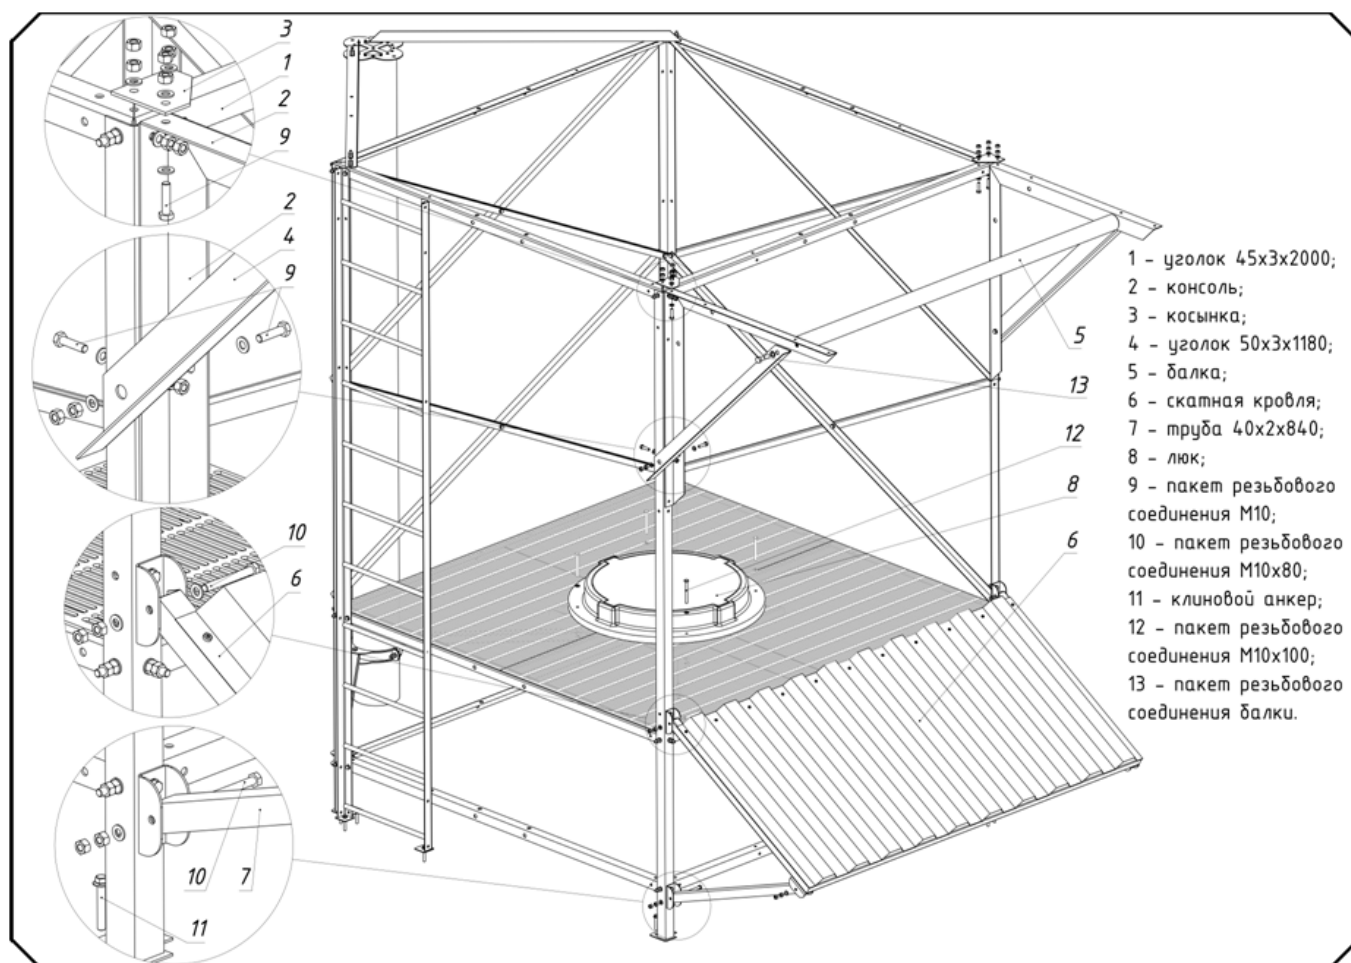

Рис. 6 Монтаж скатной кровли, консоли, люка и клиновых анкеров
- 1) Детали поз. 1, поз. 2 при помощи поз. 6 пакета резьбового соединения М10х40 (*болт М10х40, гайка М10 2 шт., шайба М10 2 шт.*) соединить с каркасом, как показано на рис. 6;